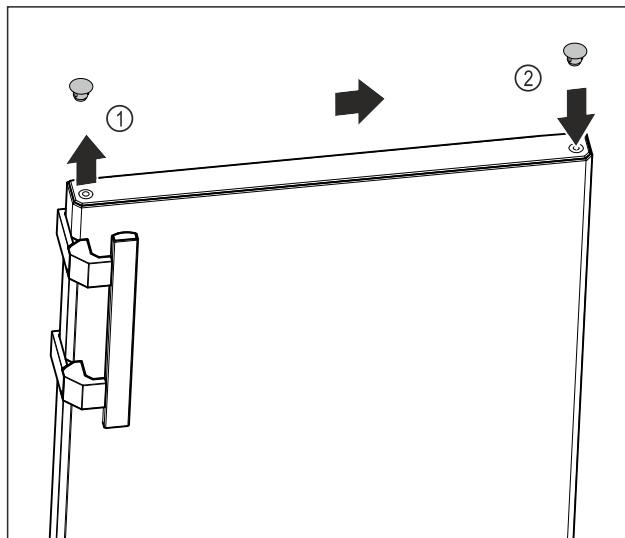

Fig. 14
- ▶ Обережно підніміть заглушки у верхній частині дверцят Fig. 14 (1) за допомогою шліцевої викрутки.
- ▶ Вставте заглушки з протилежного боку. Fig. 14 (2)